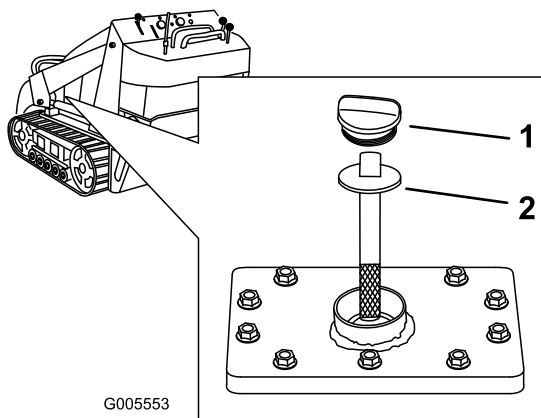

Figura 15
5. Limpie la zona alrededor del cuello de llenado del depósito de aceite hidráulico (Figura 15).
6. Retire el tapón del cuello de llenado y compruebe en la varilla el nivel de aceite (Figura 15).